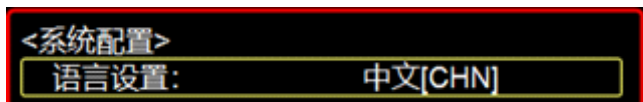

图5-1-2 可设置状态（白色，已解锁状态）
- (2) 在面板上按下Enter键，解锁当前设置，此时选项文字呈现白色，如图5-1-2，表示仪器处于可设置状态。
- (3) 通过旋钮，可以翻阅各种设置选项，此时各选项文字还是呈现白色。
- (4) 通过Enter键确定要选择的选项，此时选项文字呈现黄色，设置完成。
- (5) 按ESC键返回上一级，再按下ESC键则可以进入主运行界面。